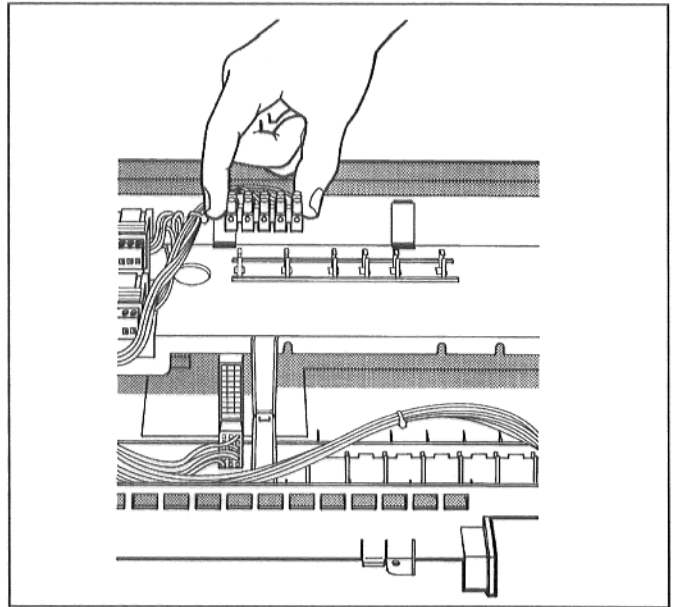

Рис. 4: Закрепить зажимы
- Закрепить зажимы на зажимной планке (рис. 4).